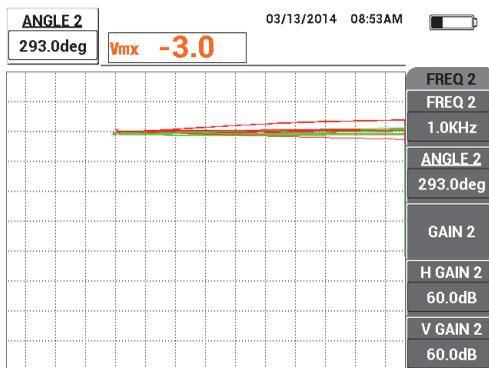

Рис. 5-102 Настройка угла сигнала отрыва для частоты 2
5. Продолжая аккуратно постукивать преобразователем по поверхности образца в точке 1, дважды нажмите клавишу ANGLE () , чтобы открыть параметр УГОЛ 2; настройте угол сигнала отрыва для частоты 2, так чтобы он тоже был направлен в правую часть экрана, накладываясь на сигнал частоты 1 (см. Рис. 5-102 на стр. 213).